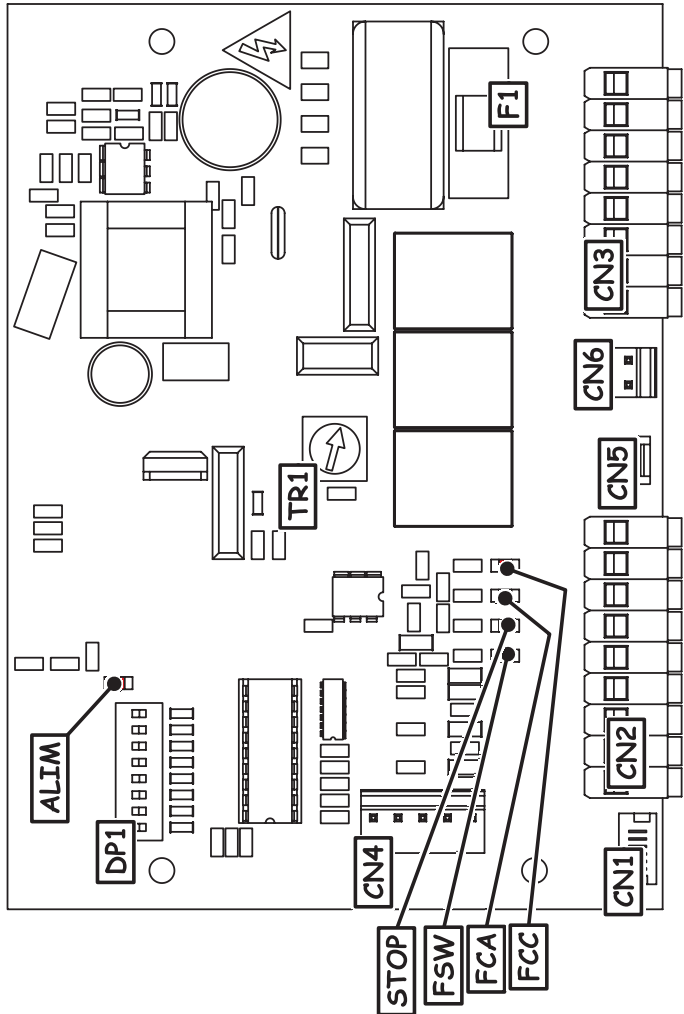

Fig. 1
3. SCHÉMA DE LA CARTE (Fig.1)	page 14
3. SCHÉMA DE LA CARTE (Fig.1)